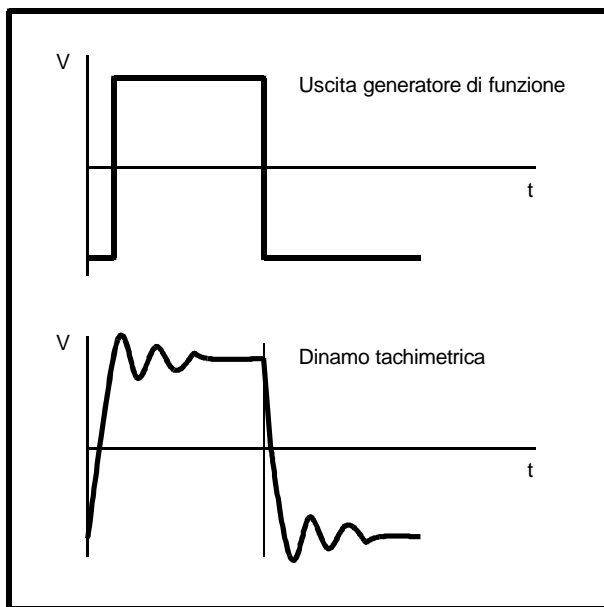

Figura 18 *Forma d'onda prodotta in caso di guadagno proporzionale insufficiente*
11. La forma d'onda potrà avere l'andamento riportato nella figura 18 (nell'esempio il guadagno dinamico del sistema è insufficiente). Per ottenere una forma d'onda senza oscillazioni ruotare il potenziometro PROPORTIONAL (proporzionale) in senso orario.